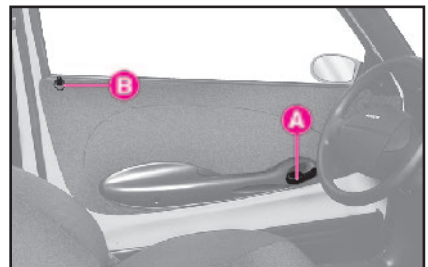

fig. 62
Avec le verrouillage centralisé, lorsque l'on tourne la clé les deux portes se déverrouillent simultanément et les tirettes correspondantes se soulèvent **B-fig. 62**.
– si la porte opposée n'est pas bien fermée, les tirettes **B-fig. 62** s'abaissent et se soulèvent à nouveau.
– Pour ouvrir: tirer le levier de commande **A-fig. 62** indépendamment de la position de la tirette à l'intérieur.